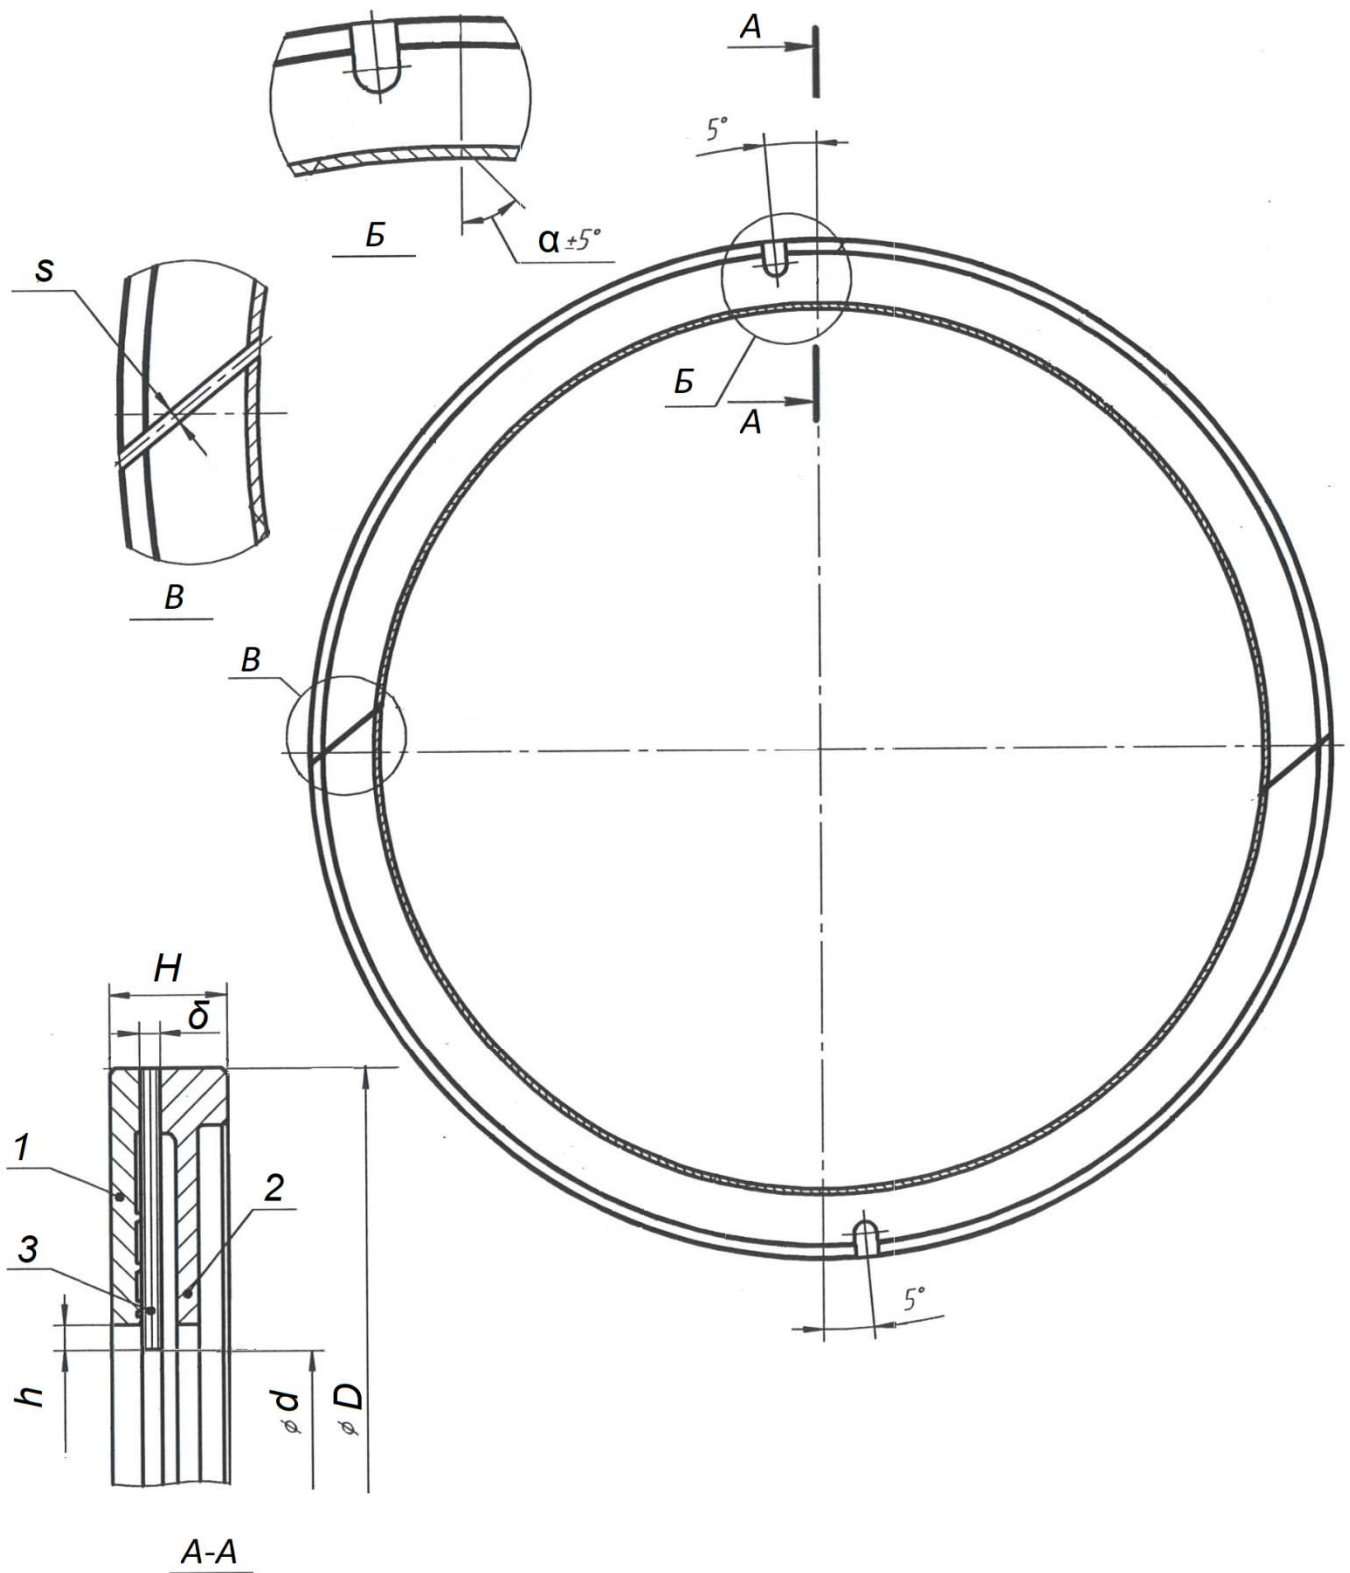
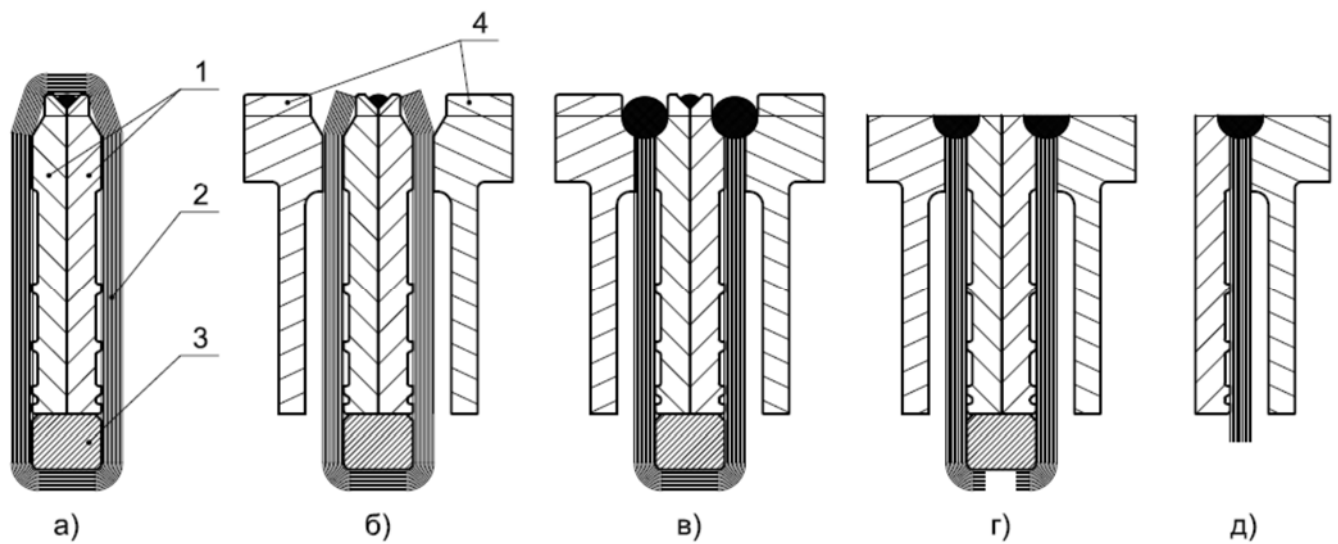
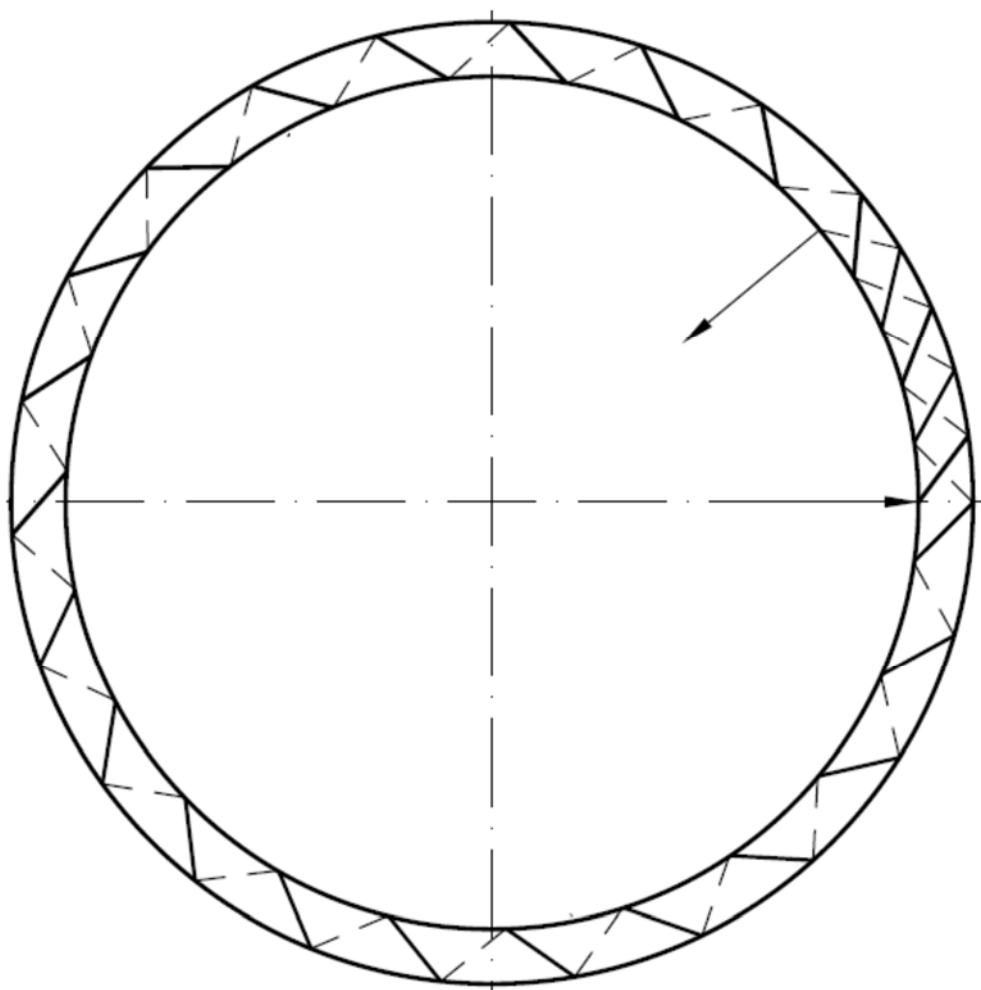

Рис. 1 Щеточное уплотнение. Основные элементы конструкции.
Рис. 2 Последовательность изготовления щеточных уплотнений.
Рис. 3 Схема намотки щетины «зигзагом». Стрелки задают направление намотки.
Схематически конструкция щеточных уплотнений и их основные параметры приведены на рис.1. Укрупненный процесс изготовления уплотнений схематически изображен на рис.2. В процессе изготовления всегда участвуют две одинаковых детали. Основные этапы:
- Сборка пакета под намотку щетины. Два задних кольца собираются зеркально друг относительно друга на прихватках по внешнему диаметру, по внутреннему диаметру плотно устанавливается технологическое кольцо, обеспечивающее прямолинейный участок на величину высоты щетки с припуском под окончательную обработку (см. рис.1, параметр h).
- Намотка щетины на собранный пакет (рис.2 а). В следствии того, что намотка ведется на две зеркально установленные детали, то наклон щетинок на противоположных сторонах пакета будет зеркальным и намотка будет иметь зигзагообразную форму, как это схематически показано на рис.3.
- Пакет с намотанной до требуемой толщины щетиной собирается с передними кольцами согласно рис.1 и фиксируется в приспособлении. Щетина с наружной стороны пакета колец подрезается на высоту, требуемую для обеспечения операции сварки (рис.2 б).
- Выполняется операция сварки с наружной стороны пакета для обеих изготавливаемых деталей. Сварной шов должен зафиксировать щетинки щетки и соединить внутренние и внешние кольца каждого из двух изготавливаемых уплотнений (рис.2 в). При необходимости, для обеспечения структуры сварного шва и/или снятия напряжений возможна термообработка после сварки.
- Окончательная механическая обработка посадочных диаметров и фиксирующих пазов (рис.1, выноска Б). Разрезка щетины щеток с внутренней стороны уплотнений (рис.2 г).
- Окончательная обработка на проволочном электроэрозионном станке. Кольцо выставляется по наружному диаметру и фиксирующим пазам. Формируется рабочий диаметр (см. рис.1, параметр d) уплотнения (рис.2 d) и производится разрезка кольца на два полукольца.
Оборудование должно обеспечивать выполнение операции намотки щетины с требуемой точностью в отношении их основных параметров – угла наклона щетины и толщины щетки (см. рис.1, параметры α и δ).